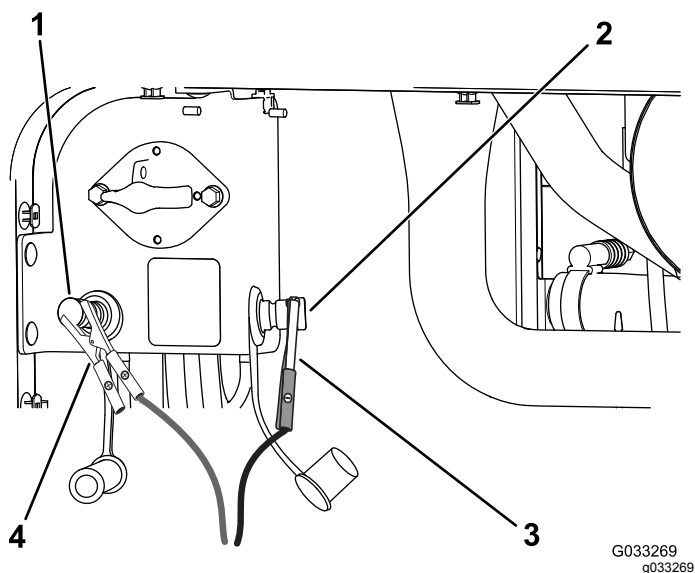

Figura 108
4. Collegare il cavo di ricarica positivo al polo di avviamento positivo (Figura 108).
5. Collegare il cavo di ricarica negativo al polo di avviamento negativo (Figura 108).
7. Quando le batterie sono completamente cariche, staccate il caricabatterie dalla presa elettrica e scollegate i cavi di ricarica dai poli di avviamento (Figura 108).